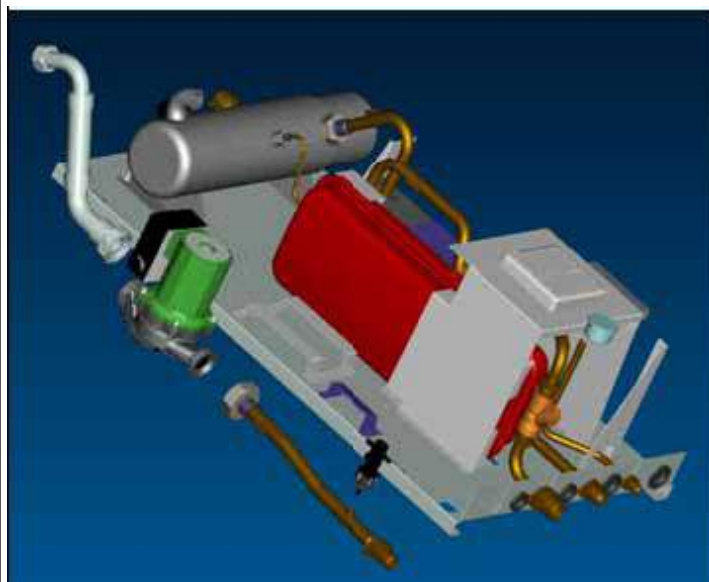

Рис.4
3) Подключение водяного насоса и вентиля воды(см.рис.4)